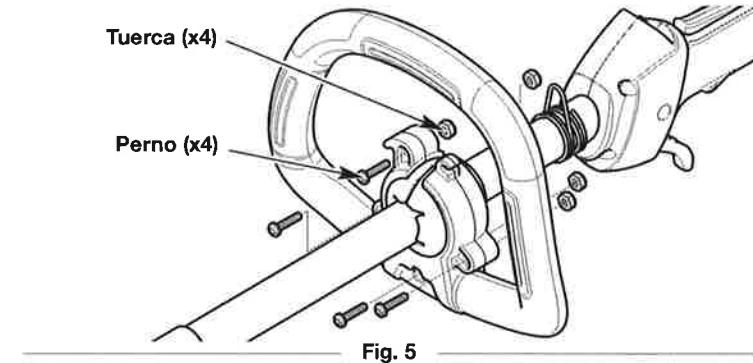

Fig. 5
- Inserte una tuerca en una de las entrantes hexagonales de la parte posterior del soporte de la manija trasera (Fig. 5). Verifique que el lado redondo de la tuerca mira hacia afuera. Fije la tuerca en su lugar con un dedo. Inserte un perno en el correspondiente orificio del soporte de la manija delantera (Fig. 5). Ajuste el perno con un destornillador de cabeza plana o T20 Torx®. Repita este paso hasta que los cuatro (4) pernos estén bien instalados.